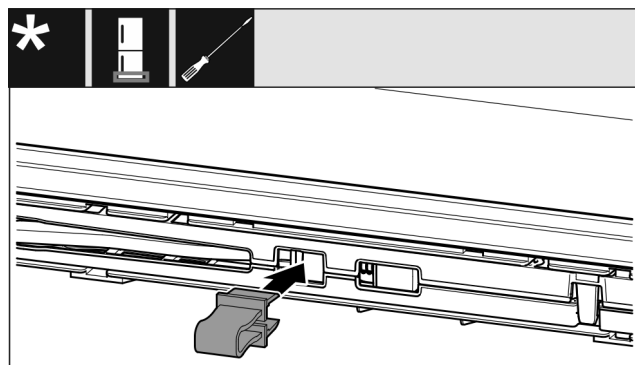

Fig. 18
- Nofiksējiet aizzuri atverē. (skat. Fig. 18)